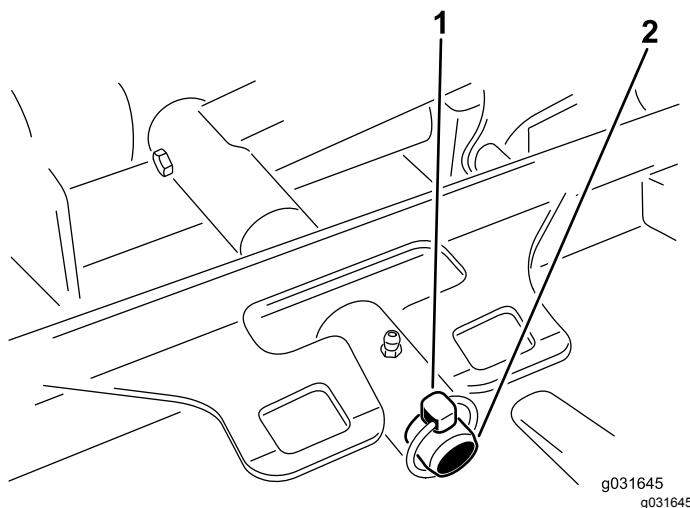

Figure 67
3. Retirez la goupille à anneau ou l'écrou de retenue qui fixe le bâti porteur du plateau à l'axe de pivot du bras de levage (Figure 67).
3. Poussez le bâti porteur du plateau de coupe sur la tige de pivot et fixez-le avec une goupille à anneau ou l'écrou de retenue (Figure 67).